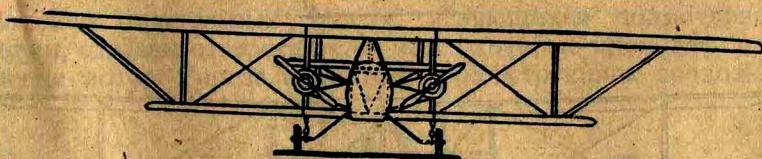

Рис. 156.
- 5) между крыльями по бокам фюзеляжа (рис. 156).